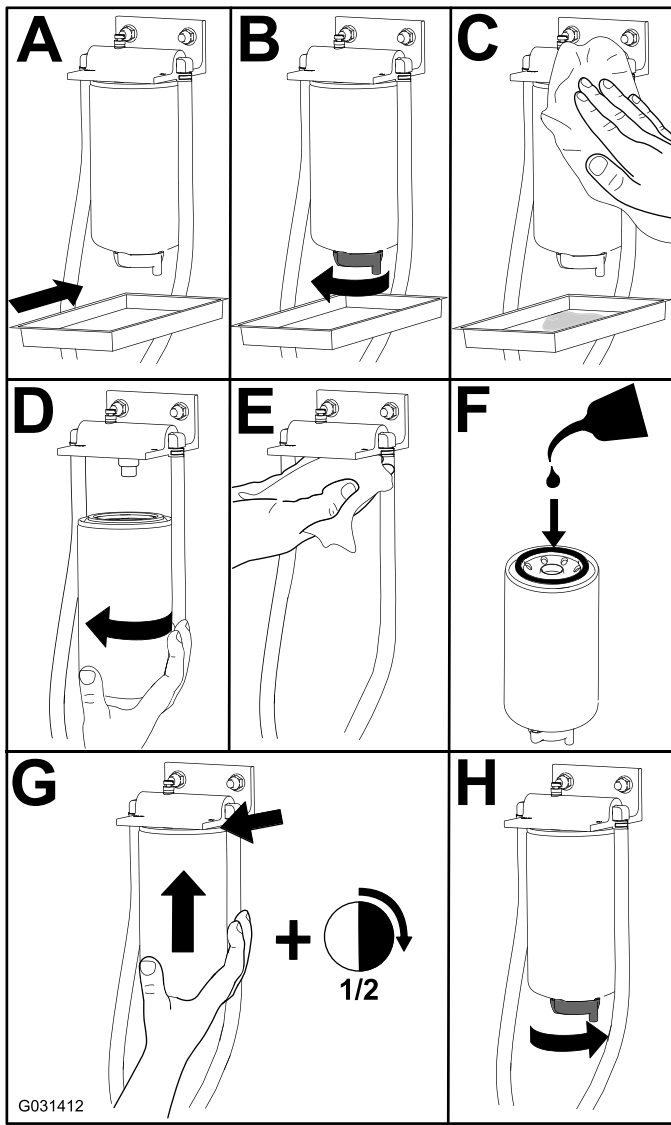

Bild 120
1. Wechseln Sie den Filter aus, wie in Bild 120 dargestellt.